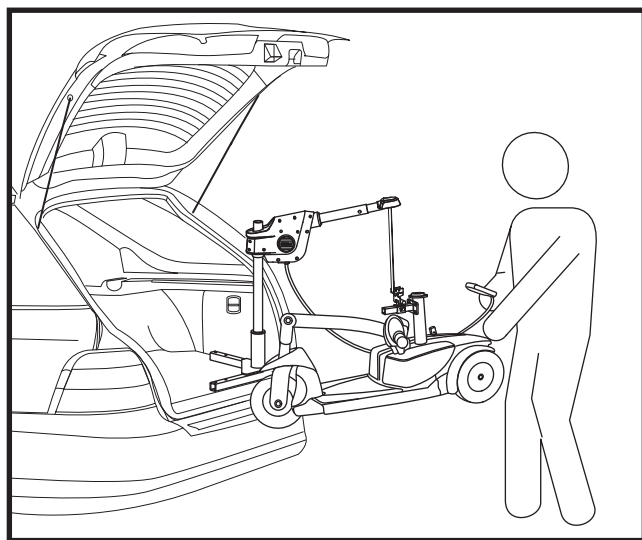

Figure 19. Levage de l'appareil de mobilité
9. Lorsque l'appareil de mobilité est surélevé de façon qu'il puisse entrer dans le véhicule, arrêter le système de levage. **Voir la figure 19.**